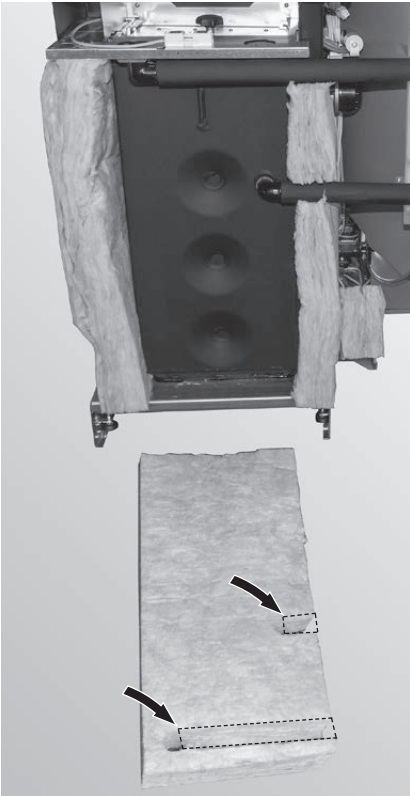

Fig. 65 Ritagliare l'isolamento
- Nell'area dei tubi ritagliare l'isolamento fino a metà – Fig. 65.